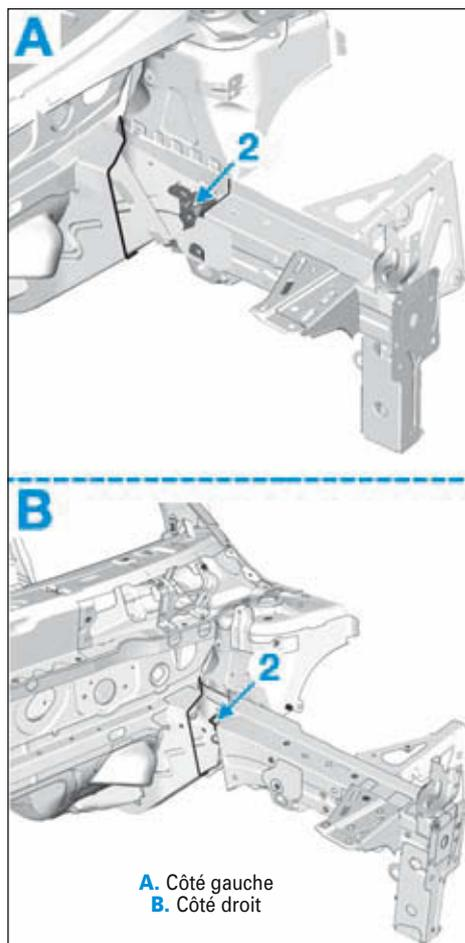

FIG.4
- Lors de la découpe, faire attention de préserver le renfort intérieur (2) (Fig.4).